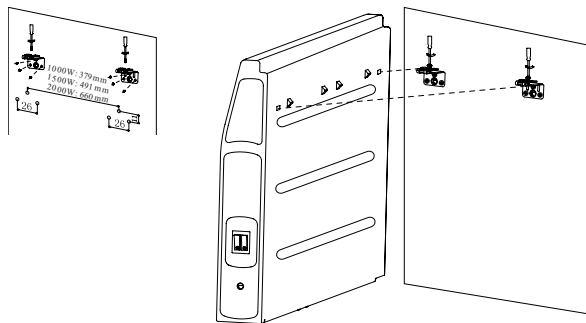

Рис. 3
5. Просверлите отверстия необходимого диаметра по меткам крепления, вставьте дюбели*, приложите кронштейны и закрутите установочные винты*, закрепив тем самым кронштейн на стене (см рис. 3).
6. Ослабьте крепежные винты в верхней части кронштейнов и установите конвектор на кронштейн, соединив 2 щелевых отверстия на задней части конвектора с 2 выступами на кронштейнах (рис. 3).